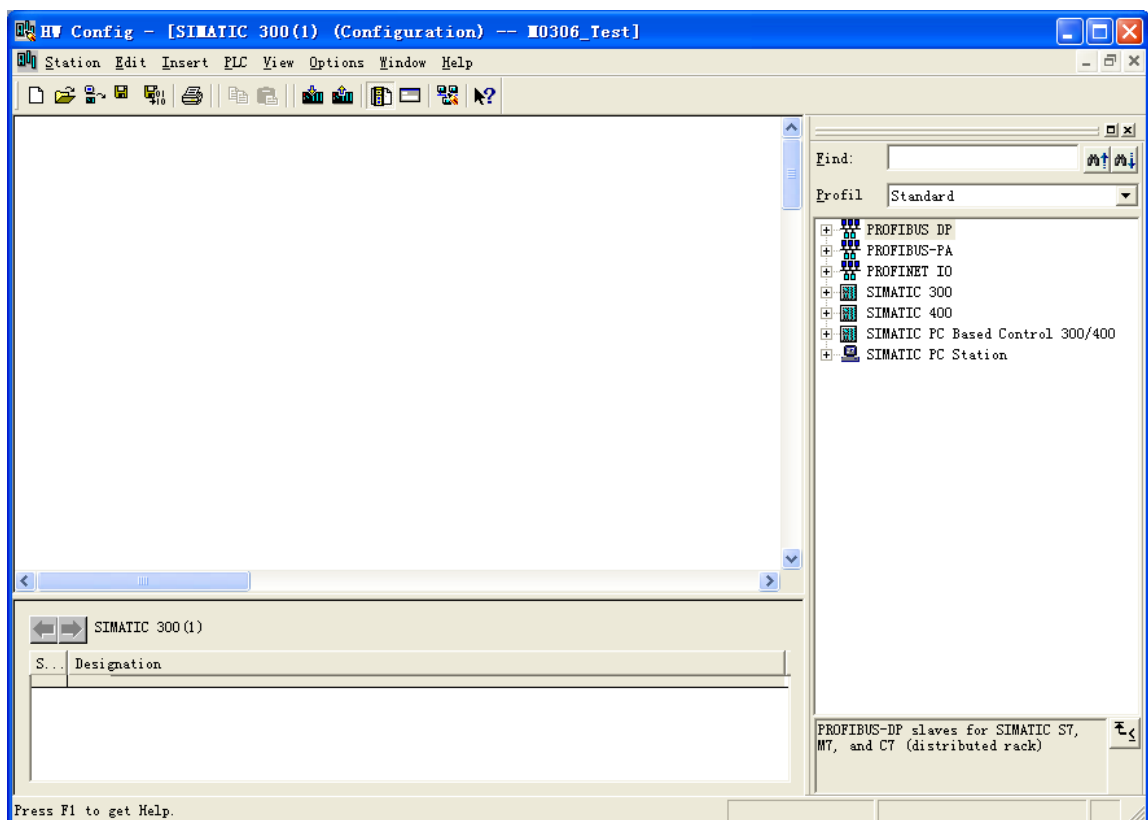

图 4.31 硬件组态
3) 展开 M0306_Test, 选择 , 双击“Hardware”图标, 打开硬件组态, 如下图 4.31 所示: